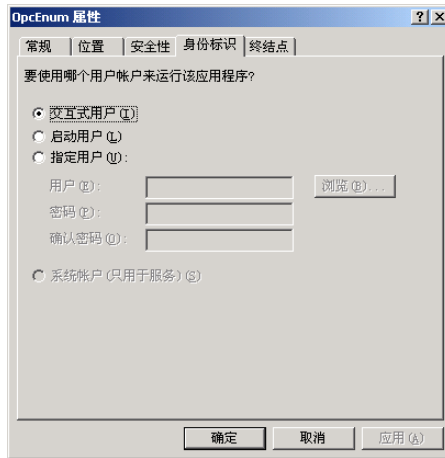

图 20.22 设置身份标识属性
- 然后在“身份标识”属性页中选中“交互式用户”，如图 20.22 所示。